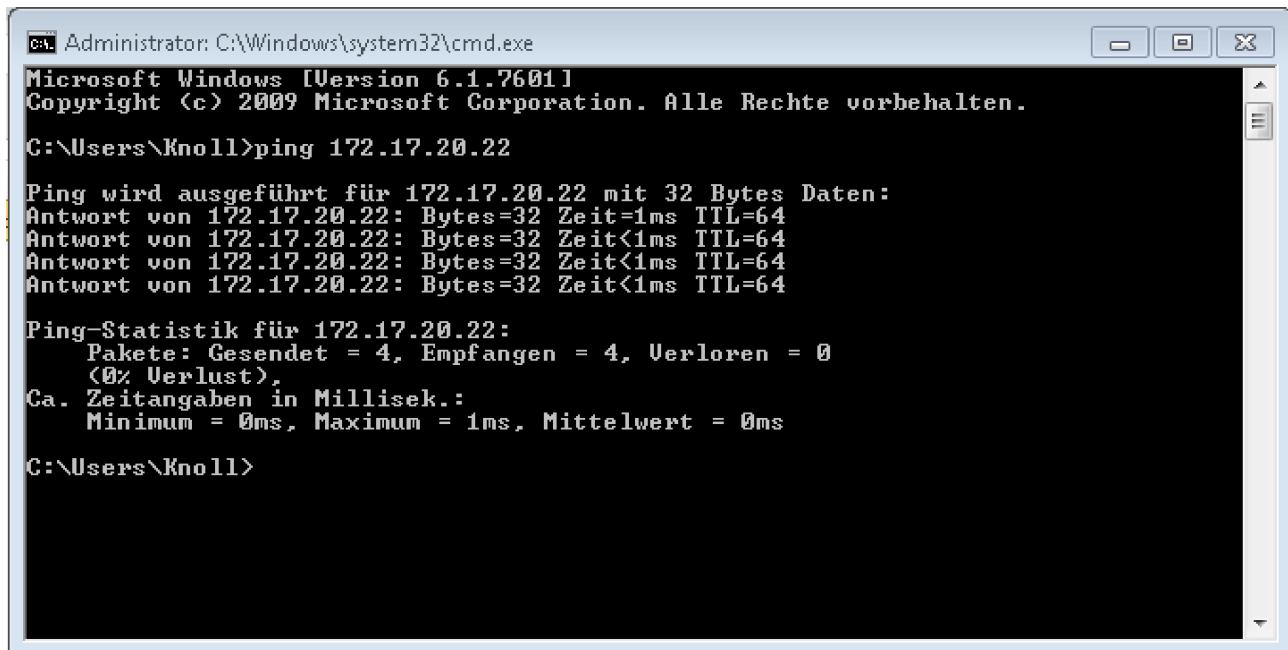

Fig. 47: Esempio di inserimento del comando Ping
- ▶ Se l'interfaccia Ethernet è stata configurata e collegata correttamente, in breve tempo si ricevono quattro risposte. Vedere Fig. 47.